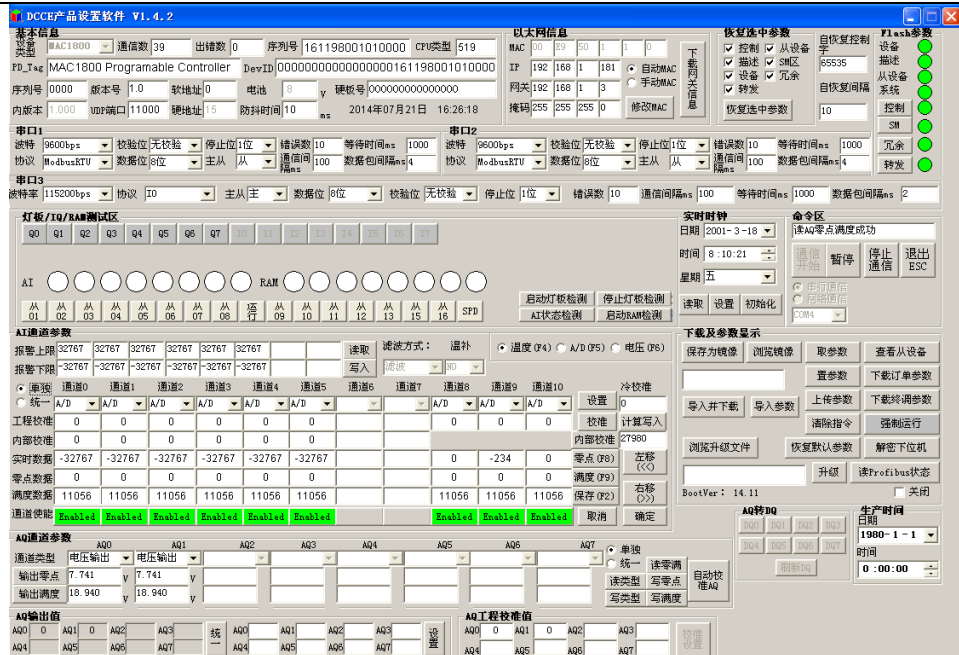

图 6-1-2 MCD1000 用户设置软件
**(2) 启动设置软件：**启动 MCD1000 用户设置软件，进入如图 6-1-2 所示界面，单击“通信”按钮。设置软件连接控制器，读取控制器系统参数，进入参数设置状态。
**(3) 参数设置：**点击“取参数”按钮，将控制器现在运行的参数显示在软件界面上。“置参数”按钮则将软件界面中的已经修改的参数下载至控制器中，完成对控制器系统参数的设置。“恢复默认参数”是将控制器的所有参数恢复至出厂的设置。
**(4) 查看状态参数：**设备状态参数包括硬地址信息，电池信息，温度补偿，软件版本号等。
**(5) 退出设置模式：**设置完成后，将工作模式切换端子拨到 RUN 端，并重新上电，控制器退出设置模式，进入正常工作模式。